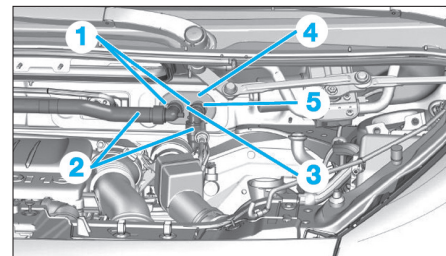

Fig. 18
- les agrafes de verrouillage (1) (Fig.18),
- Désaccoupler les durits (2).